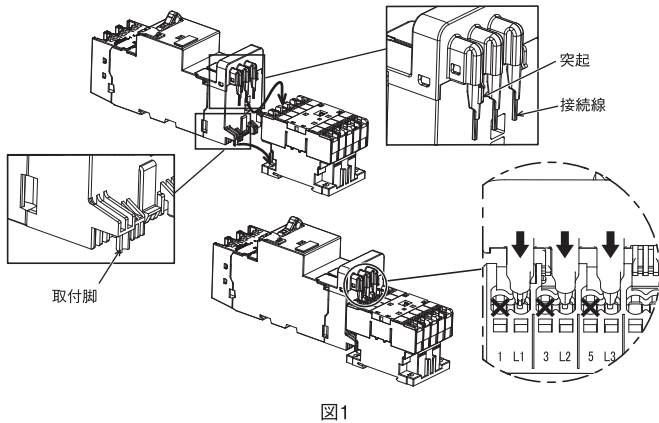

図1
- 接続線および取付脚が指定の穴上にくるようマニュアルモータスタータ底面と電磁接触器上面を接触させてください。(図1)
- 接続線が指定の穴上(端子番号 L1, L2, L3)にある事を確認し挿入してください。(図1)
- 挿入後、接続線を覆っている部品の突起を確認してください。突起が隠れている状態が正常挿入状態になります。(図1, 図2-a)
- マニュアルモータスタータの取付脚が挿入され、マニュアルスタータおよび電磁接触器の背面が揃っている事を確認してください。(図1, 図2-b)